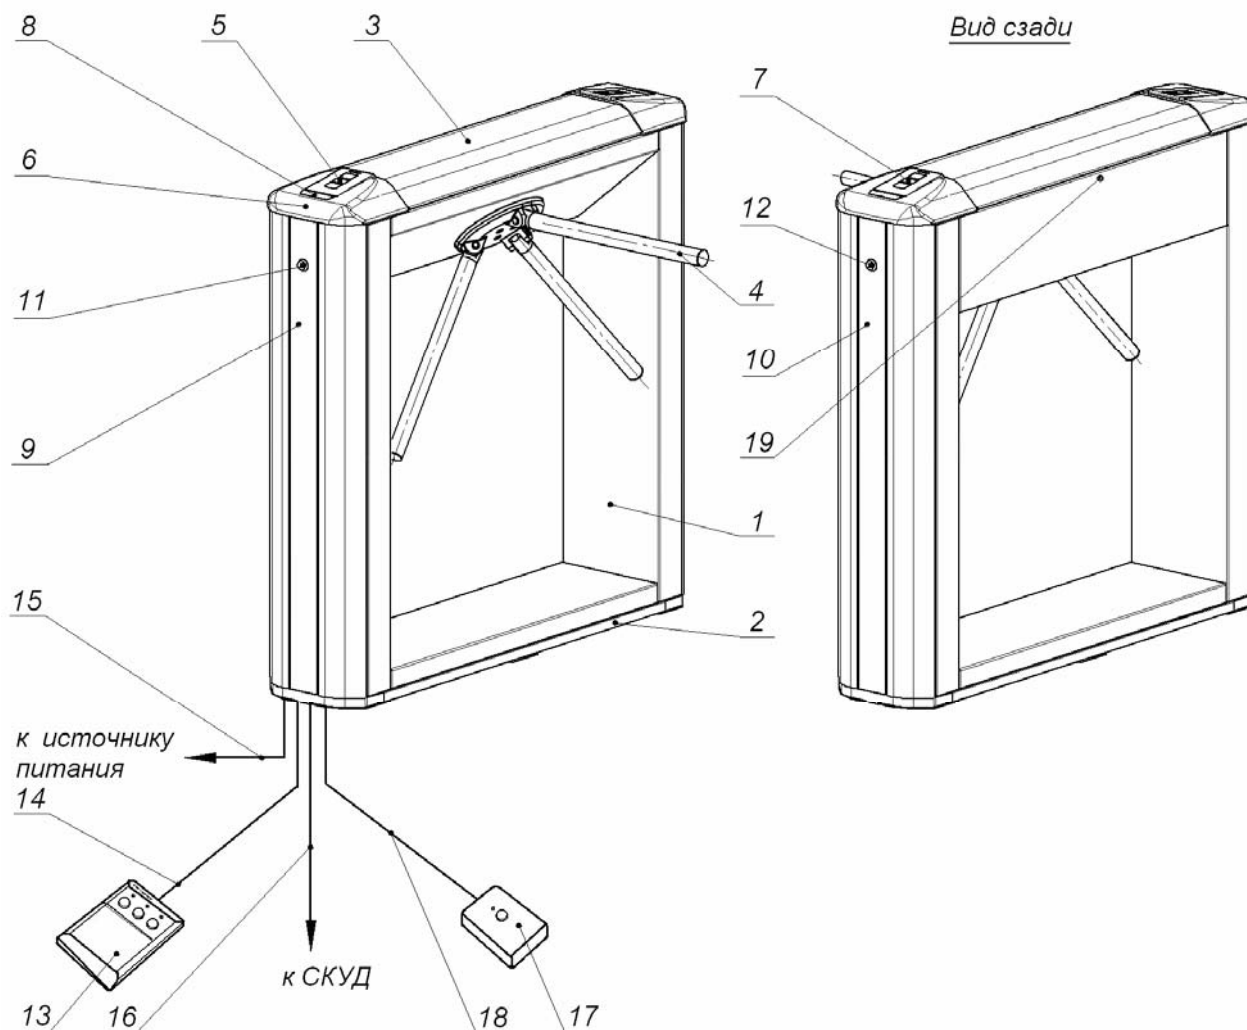

Рисунок 2 Устройство турникета
5.2.1 Устройство турникета показано на рис. 2. Номера позиций в тексте *Руководства* указаны в соответствии с рис. 2.
Турникет состоит из стойки с установленной в нее платой встроенной электроники, двух считывателей, трех преграждающих планок и ПДУ (см. рис. 2, позиции 1-3, 5 и 16).